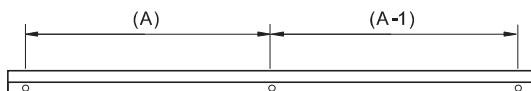

Fig. 1
1.2 Una vez elegida la posición del armario con espejo, compruebe que la pared es sólida, mida la distancia de los orificios (A, A-1) en la barra de aleación de aluminio con una cinta métrica y márquela en la pared con un lápiz (fig. 1).